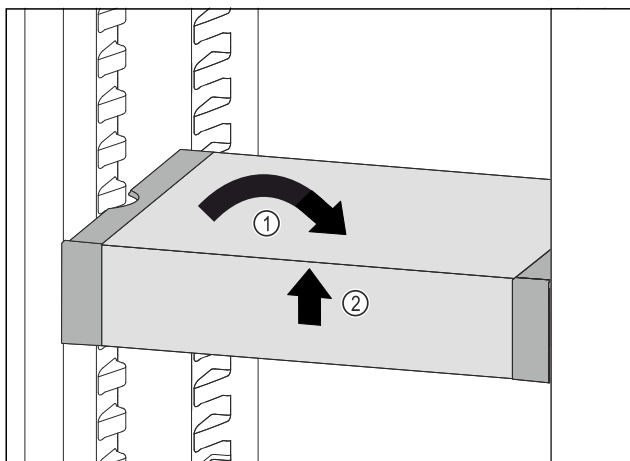

Fig. 87
- ▶ VarioSafe postavte rovně. Fig. 87 (1)
- ▶ VarioSafe vpředu zvedněte. Fig. 87 (2)